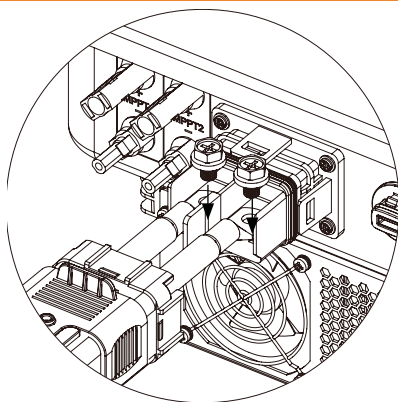

Figura 5-19
5) collegare i terminali preparati alla porta della batteria. Dopo aver verificato che è installato correttamente, utilizzare un cacciavite trasversale per serrare le viti terminali (coppia 5~6N·m), come mostrato nella figura 5-19: